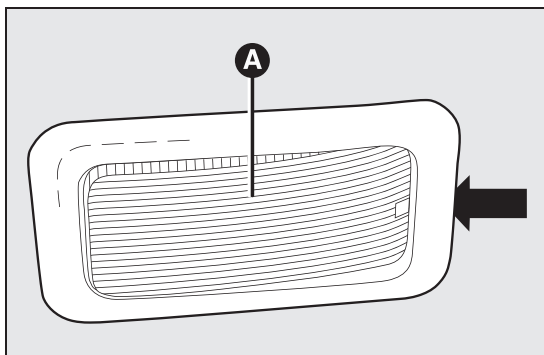

fig. 120
- ☐ maak met de bijgeleverde schroevendraaier het plafondlampje A fig. 120 bij het door de pijl aangegeven punt los;